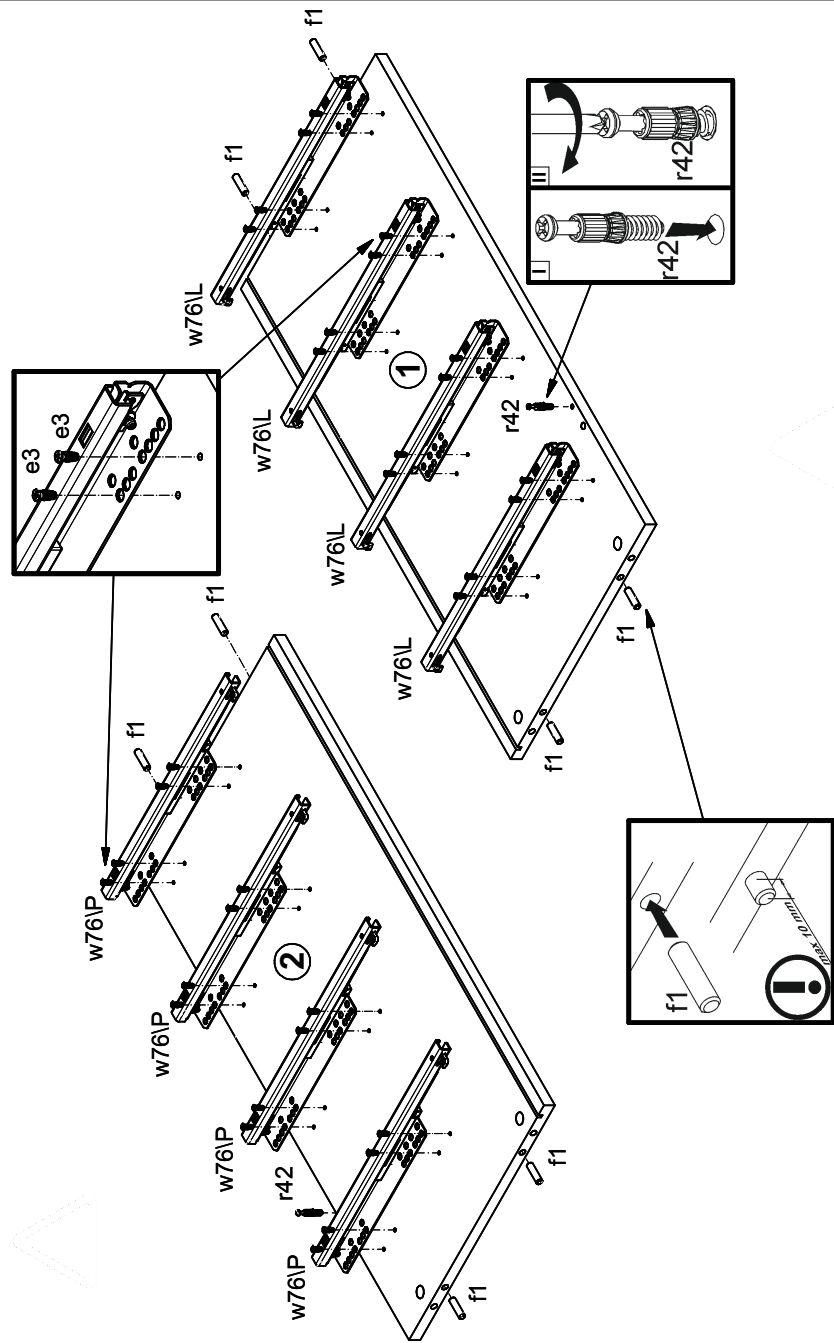
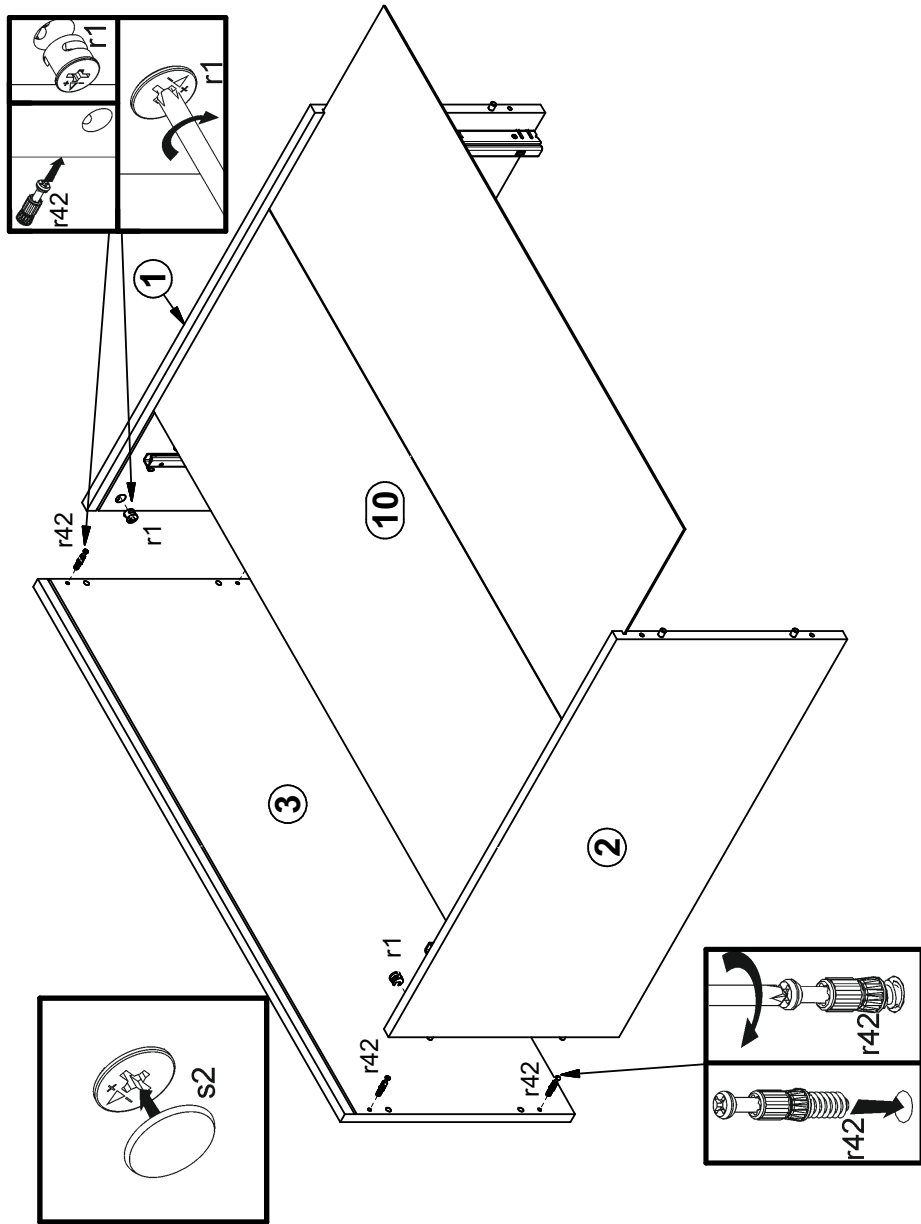

Рисунок 2
Рисунок 4
4.2 В отверстия Ø8 мм на верхних и нижних кромках стенок боковых 1 и 2 (см. рис. 2) и в торцах планки декоративной рифленой 8 вбить деревянные шканты f1 (см. рис. 3).
4.3. В отверстия Ø4 мм на внутренних поверхностях стенок 1, 2 еврошурупами e3 закрепить по 4 комплекта направляющих w76L и w76P (см. рис. 2).
4.4. В отверстия Ø5 мм на внутренних поверхностях стенок 1, 2 (см. рис. 2), на нижней поверхности щита верхнего 3 (см. рис. 4) вкрутить винты стяжки r42.
4.5. В отверстия Ø15 мм на задней поверхности планки декоративной рифленой 8 (см.рис. 3), на внутренних поверхностях стенок 1, 2 (см.рис. 4) вставить стяжки эксцентриковые r1.
4.7. Присоединить щит 3 к стенкам 1, 2 с помощью шкантов f1, затянуть стяжки эксцентриковые r1, пользуясь отверткой, вставить стенку заднюю 10 в пазы в деталях 1, 2, 3. Передние стяжки закрыть заглушками s2 (см. рис. 4).